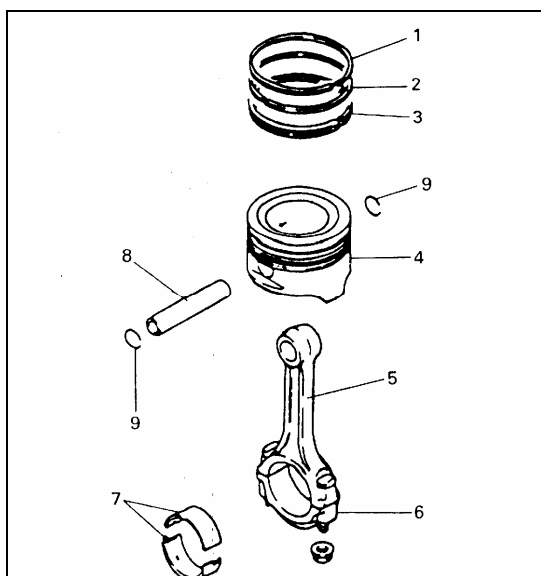

Рис. 4-63.
**\* Поршни, поршневые кольца, шатуны и гильзы цилиндров (Рис. 4-63).**